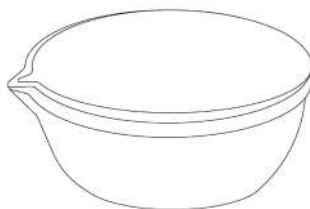

Рис. 114. Фторопластовая
5. **Фторопластовая чашка** (рис. 114) отличается высочайшей химической стойкостью и может заменить подобный сосуд из стекла и даже платины. Она выдерживает нагрев до $+200\text{ }^{\circ}\text{C}$, ее можно нагревать в водяной, масляной или песчаной бане, на плитке с закрытым нагревательным элементом. Открытое пламя противопоказано. Сосуд подходит для перекристаллизации чистых веществ, смешивания паст и порошков, выпаривания растворов, проведение химических реакций с агрессивными реактивами.